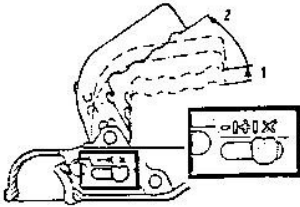

Рис. 1
3. Положение открыто служит к отсоединению или присоединению муфты на шаровую цапфу транспортного средства. Положение арретировано и контрольный индикатор находится в положении "х"(Рис.1).